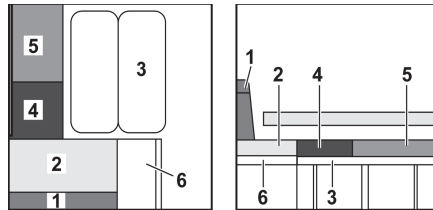

Fig. 174 Durante la transformación
- Plegar la prolongación del banco de asiento (Fig. 174,6) hacia arriba y colocar una cuña con la trampilla.